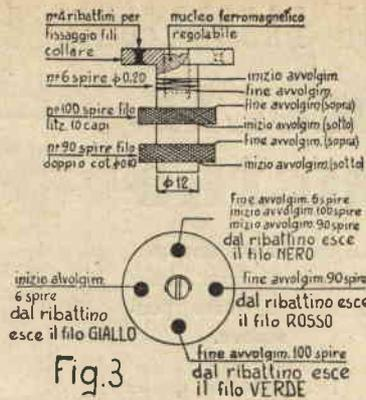

Fig. 3
- 1 bobina d'aereo; supporto 12 mm. di diametro, collare superiore con 4 fori periferici per alloggiare dei 4 ribadini di fissaggio dei fili. (vedi fig. 3).
Il loro montaggio va fatto come indicato a fig. 3, vale a dire con